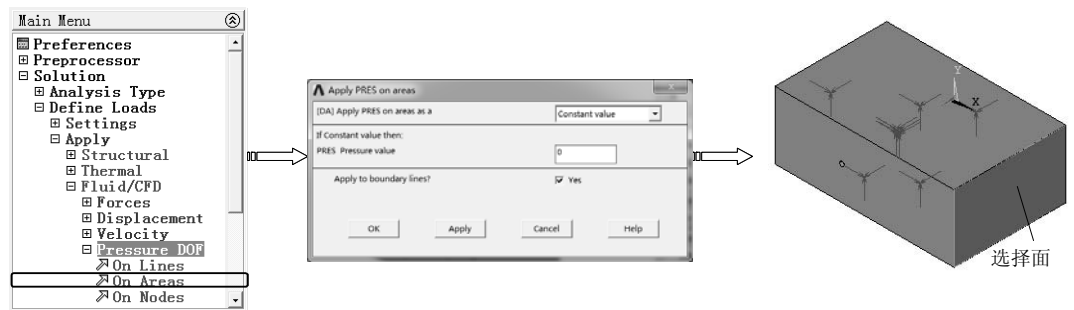

图 10-98 施加出口压力
- 14) 选择“Main Menu>Solution>Define Loads>Apply>Fluid/CFD>Pressure DOF>On Areas”命令，弹出实体选取对话框，选择右侧端面后，单击“OK”按钮，弹出“Apply PRES on areas”对话框，在“Pressure value”文本框中输入数值 0，单击“OK”按钮完成约束，如图 10-98 所示。